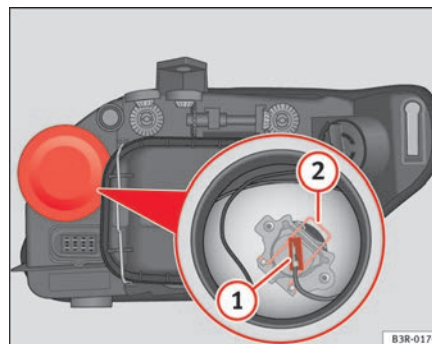

Fig. 192 Abbaglianti
- Estrarre il connettore ⇒ fig. 192 **1** della lampada.
- Premere la molla ⇒ fig. 192 **2** verso l'interno e verso destra.